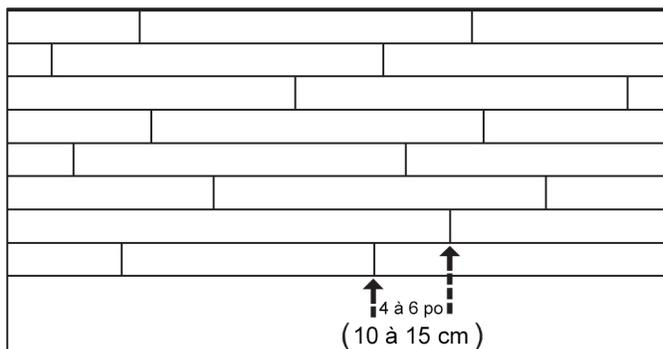

Figure 3 – Alignement privilégié
- Si possible, veillez à décaler les extrémités des panneaux d'au moins 4 à 6 po (10 à 15 cm) dans les rangées adjacentes (**Figure 3**). Cela aidera à assurer une apparence globale plus favorable du plancher;
- Les joints d'extrémité des rangées adjacentes doivent être décalés d'au moins 4 à 6 po (10 à 15 cm) dans la mesure du possible pour assurer une apparence globale plus favorable (**Figure 3**).